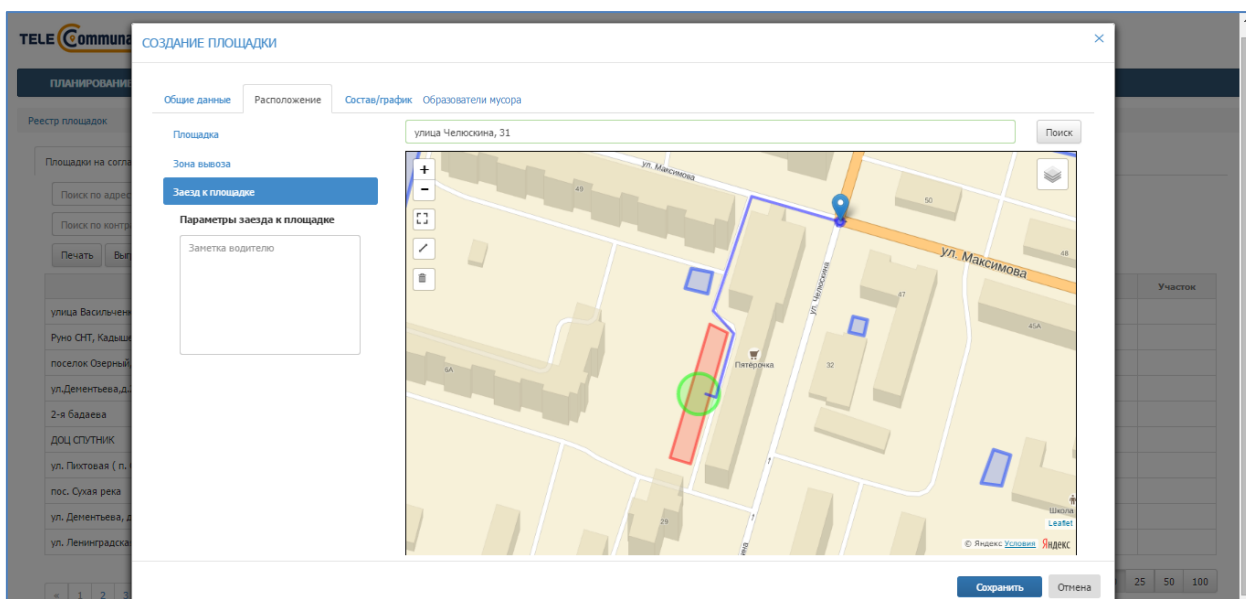

Рисунок 138. Заезд к площадке
- 3) **Заезд к площадке:** для того, чтобы нарисовать на карте заезд к площадке, необходимо левой кнопкой мыши нажать на кнопку , точку начала пути к площадке поставить в области зоны вывоза площадки и затем левой кнопкой мыши ставить точки на карте до ближайшей дороги, так, чтобы получился путь подъезда к площадке. Для окончания рисования пути последнюю точку нужно поставить дважды левой кнопкой мыши. При необходимости возможно ввести описание заезда к площадке в поле «Параметры заезда к площадке» (Рисунок 138).